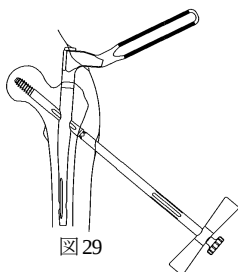

図 29
- 4) ロッキング用ラグスクリュー T レンチを T ハンドル部のつまみにてラグスクリューに固定し、抜去ハンドルを把持しながら、ラグスクリューを抜去します。(図 29)